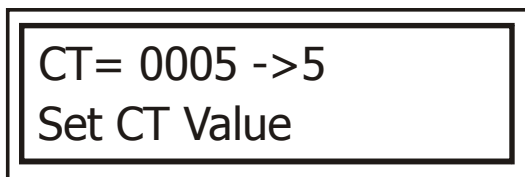

Рис. 11
6. Нажмите . Нажимая , задайте значение первичного тока, указанное в маркировке используемого трансформатора. Нажмите , чтобы сохранить изменения. Чтобы отменить ввод нажмите «Esc» (рис. 11):